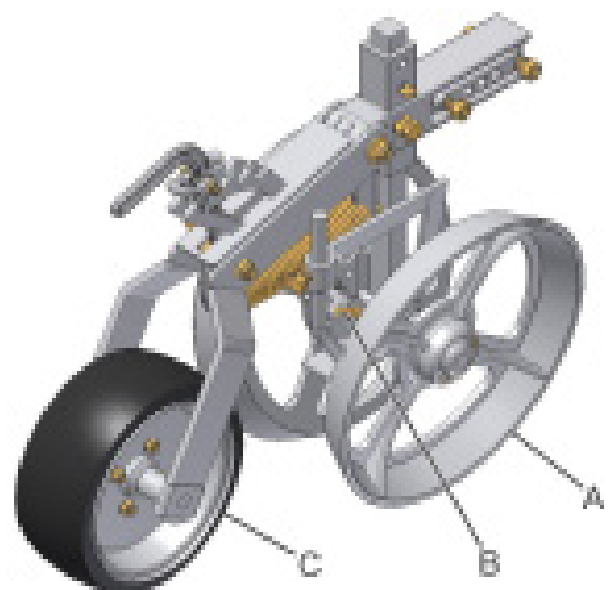

fig. 41
Las ruedas limitadora de hierro (A) (fig. 41), también tienen la función hacer volver la tierra que el arado surcador y el disco doble de semilla la removieron y la 3ª rueda compactadora (C) hace el tapado y la compactación del surco.